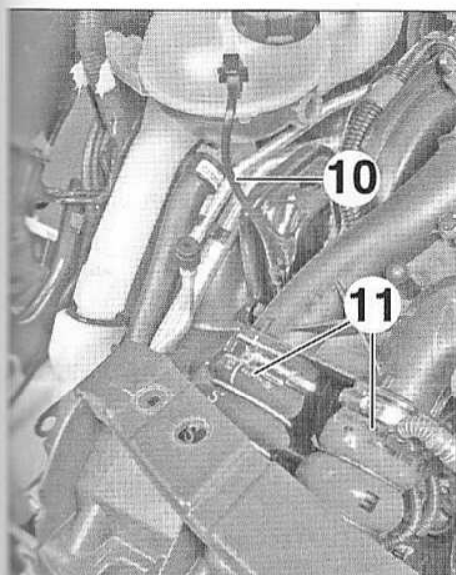

FIG.87
- Débrancher le tuyau de dégazage (10) (Fig.87).
- Débrancher les conduits d'air (11) en repérant leur positionnement.